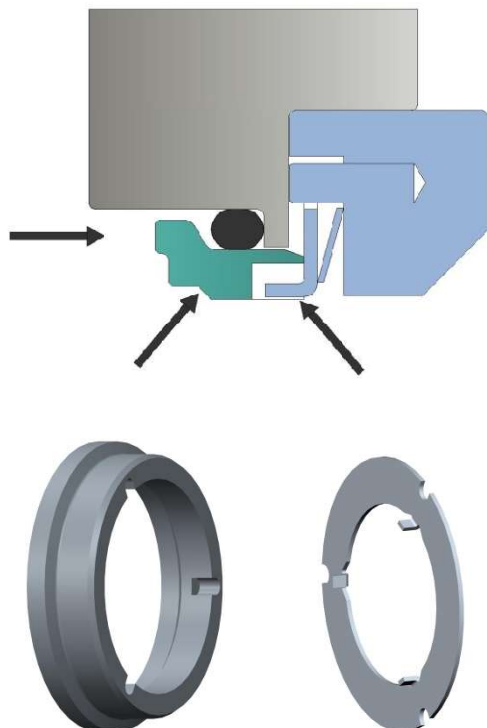

Abbildung 24 – Stationären Dichtungsteil einbauen
- Den O-Ring (83) auf den statischen Teil der Dichtung setzen und die Aufnahme im Rotorgehäuse mit einem Schmiermittel schmieren, das mit der gepumpten Flüssigkeit und dem Elastomer kompatibel ist.
- Die Schlitzte in der Dichtungsfläche auf die Nasen der Antriebsscheibe des Dichtungsgehäuses ausrichten; es entsteht ein schmaler Ausschnitt, sodass eine Antriebsnase sichtbar ist (Abbildung 24).